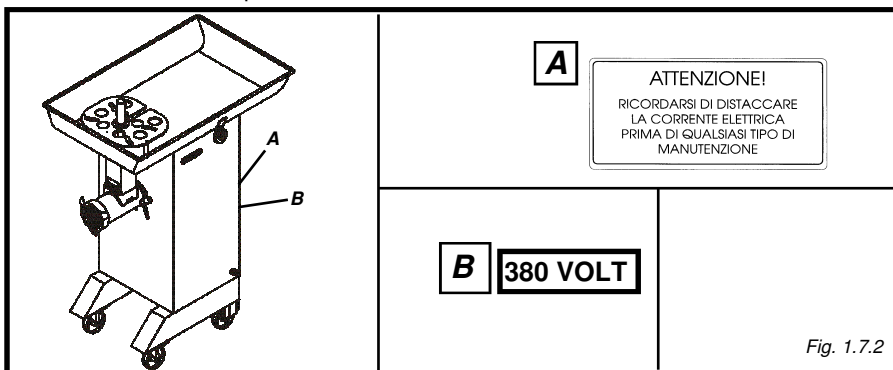

Fig. 1.7.2
1.7.1 - Danger and warning plates (fig. 1.7.2)